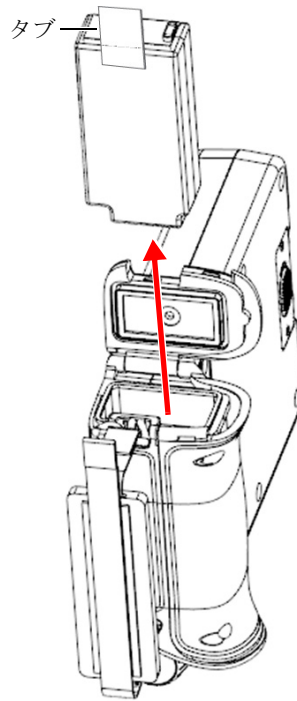

図 4-3 バッテリーの取り出し
4. バッテリーのタブを持って引き上げ、バッテリーを取り出します（43 ページの 図 4-3 を参照）。